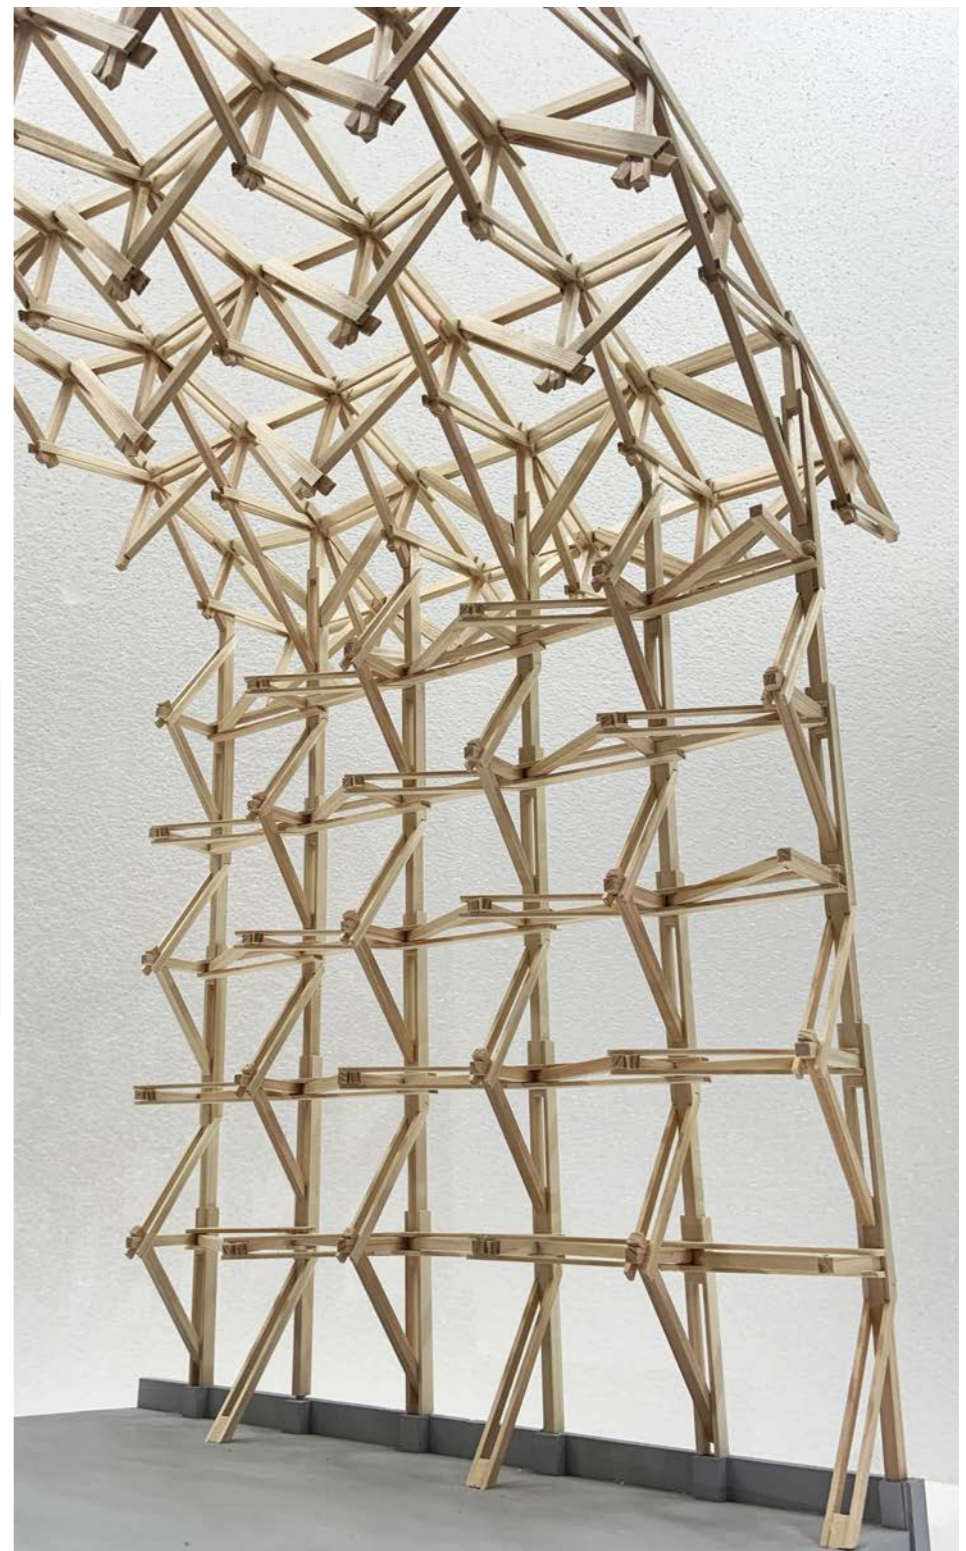

図7. 軸組模型 建物の施工自体が大工の技能研修の場となる。
■屋根と壁を一体的につくる柔らかな軸組 (図7)
■建物の施工自体を大工さんの研修の場にする (図7,8)